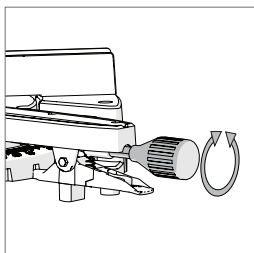

Рис. 30
- Ослабьте фиксатор установки горизонтального угла (**рис. 30**), поворачивая его против часовой стрелки.